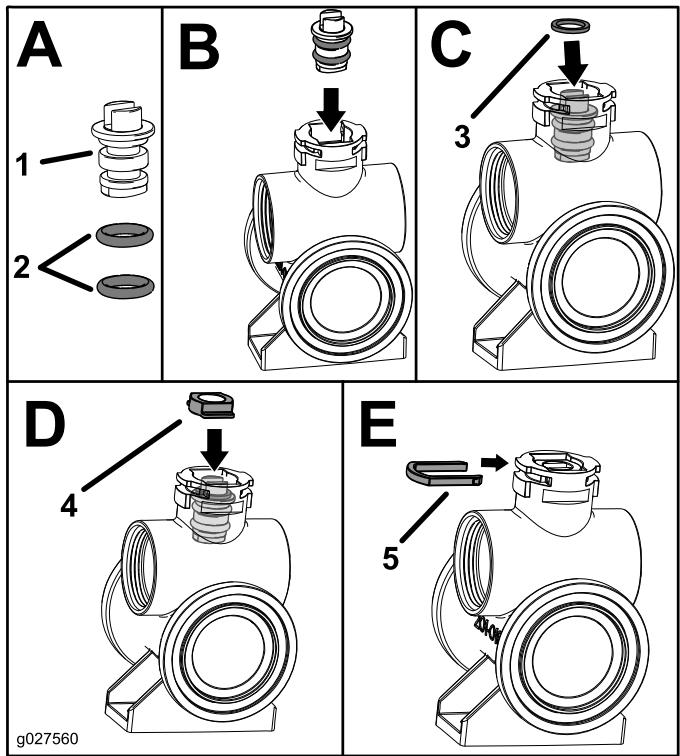

Рисунок 4
- Нанесите консистентную смазку на шток клапана и установите на него новые уплотнительные кольца (вид А; Рисунок 4).
2. Установите шток клапана в сборке в корпус клапана (вид B; Рисунок 4).
3. Установите упорную шайбу на шток клапана в сборке (вид C; Рисунок 4).
4. Установите держатель штока на шток клапана в сборке (вид D; Рисунок 4).
5. Установите спиллинг держателя штока (вид Е; Рисунок 4).